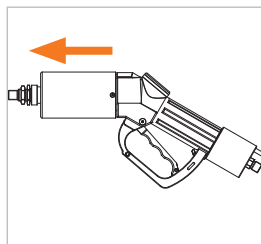

Figure 25
- ▶ Retirez le réceptacle de service WEH® soigneusement et en ligne droite du nozzle de ravitaillement (Figure 25). **Prudence** : le réceptacle de service WEH® peut devenir froid pendant le contrôle d'étanchéité. Pour cette raison, portez des gants pour retirer le réceptacle de service.